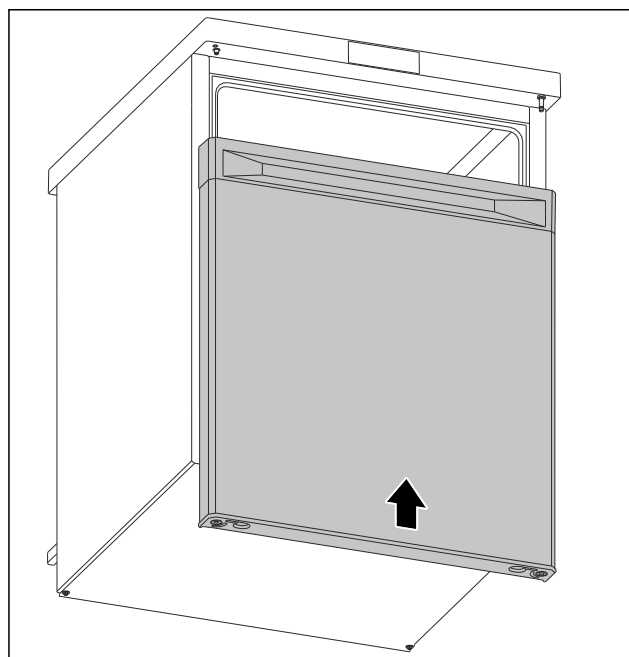

Fig. 15
- Împingeți ușa în stare închisă pe bolțul superior. (vezi Fig. 15)